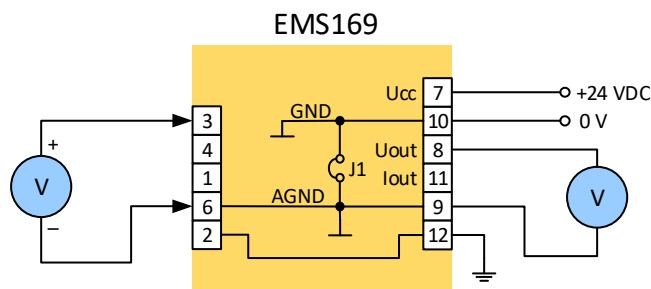

Рис. 8. Измерение питательного напряжения датчика
3. Контроль питания датчика 1 (вхолостую). Питательное напряжение датчика измеряется на клеммах 3 и 6, по соединению, указанному на рис. 8. Правильное значение + 7,0 в \pm 5 мв. Если напряжение не находится в этом диапазоне, то преобразователь однозначно повреждён